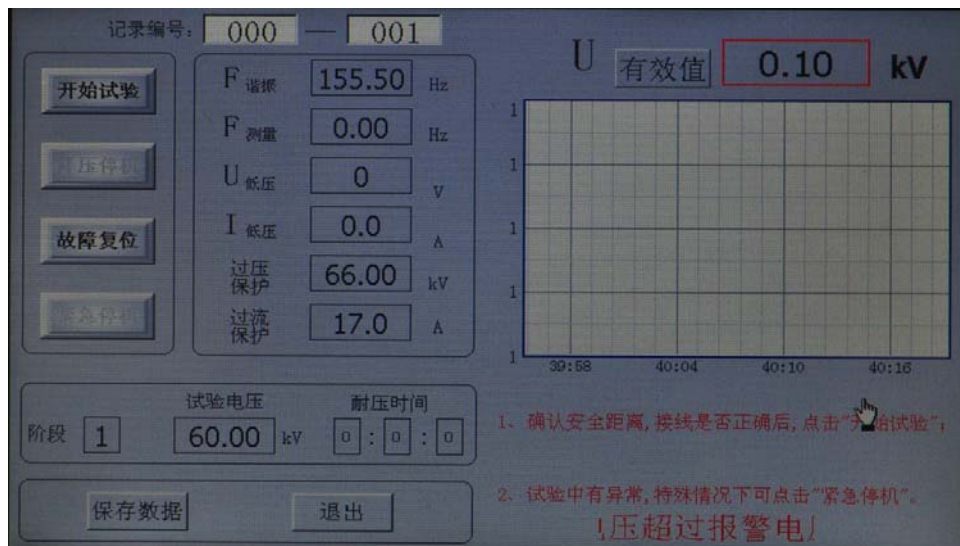

图12
- 手动试验：当“试验参数”设置完时，点击“手动试验”，进入“手动试验”界面，显示界面如图12所示。